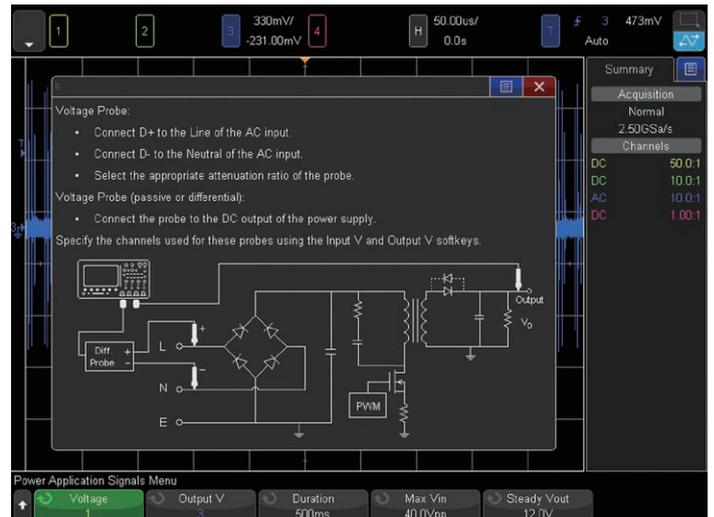

図29: [Signals]メニューのターンオン/ターンオフ測定時の接続図
5. N2790A差動アクティブプローブを図29の画面内の接続図に示すように、オシロスコープのチャンネル1入力と、Line(赤のリード)およびNeutral(黒のリード)の間に接続します。キーサイトのパワー・トレーニング・キットを使用する場合は、TP2(赤のリード)とTP1(黒のリード)に接続します。